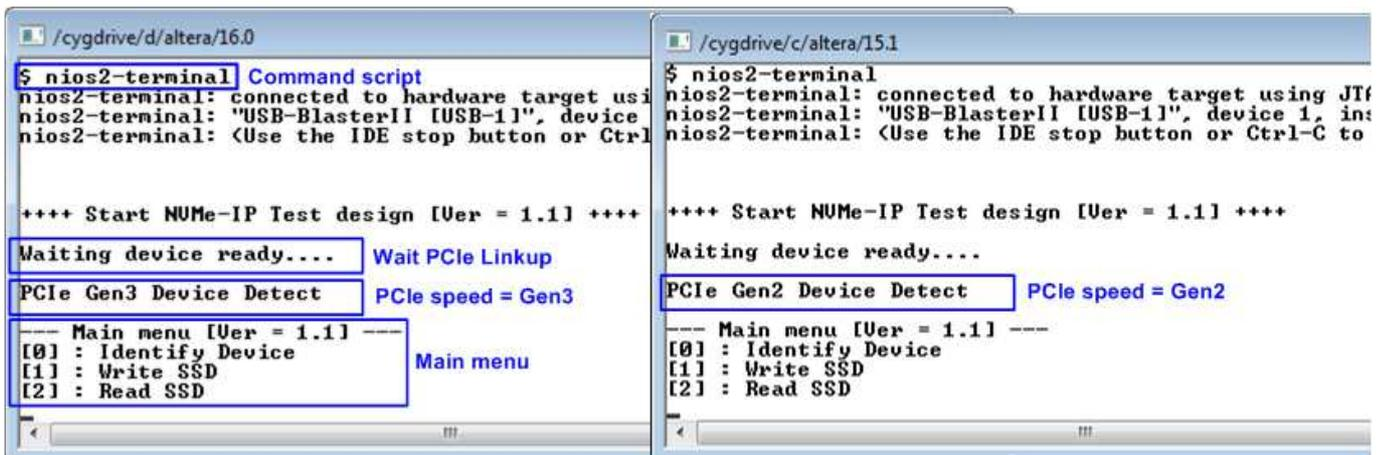

図 2-11: NiosII Terminal 画面
- NiosII コマンド・シェルを開き nios2-terminal コマンドを実行します。IP の初期化が完了すると図 2-11 のようにメイン・メニューが表示されます。